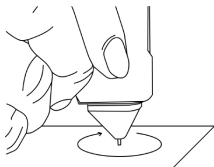

Abb. 2.3
- Halten Sie den Prüfstift so, dass die Prüfspitze im rechten Winkel ( $90^\circ$ ) zum Papier oder Probenstein (wie beiliegend) steht. Reinigen Sie die Spitze behutsam mit kreisender Bewegung, ohne die Spitze in den Prüfstift zu drücken (**Abb. 2.3**).